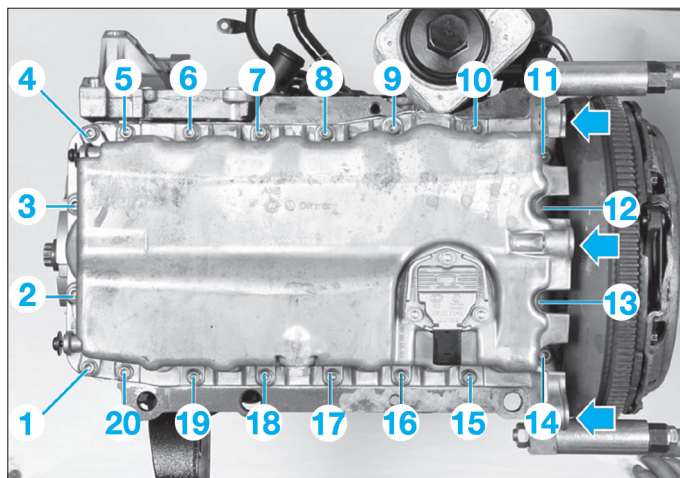

Fig. 27
- Déposer le carter d'huile en desserrant ses vis en diagonale (Fig.27).
- Serrer les vis de fixation du carter d'huile en diagonale (Fig.27).